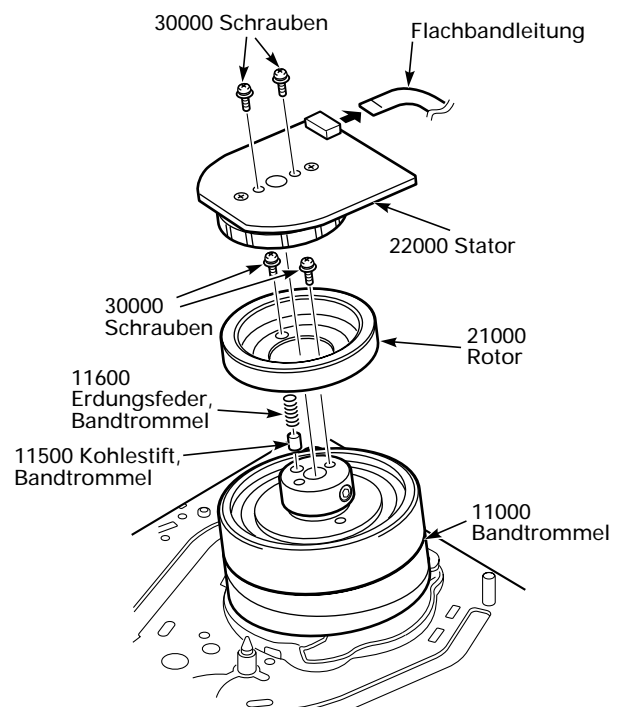

Fig. 8.37
- Zwei Schrauben (Pos. 30000) herausschrauben, Stator des Motors (Pos. 22000) abnehmen und Bandtrommelfederfeder (Pos. 11600) herausnehmen (Fig. 8.37).
- Dreht man jetzt das Laufwerk um, fällt der Kohlestift (Pos. 11500) heraus (Fig. 8.37).
- Zwei Schrauben (Pos. 30000) herausdrehen und Rotor des Motors (Pos. 21000) entnehmen (Fig. 8.37).